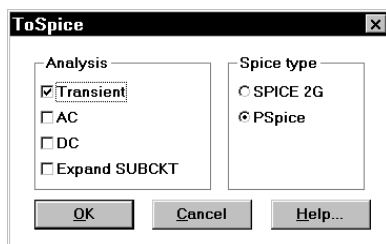

Figura 6. Cuadro de diálogo para crear un fichero con formato SPICE
- 5) **Create SPICE file...** (Crear un fichero SPICE). Esta opción provoca la aparición del cuadro de diálogo de la Figura 6, que permite almacenar un esquema creado con Micro-Cap V con formato *netlist* de Spice2g o PSpice. Se puede especificar cualquiera de los análisis, y el *netlist* puede ser compilado expandiendo o no los subcircuits.